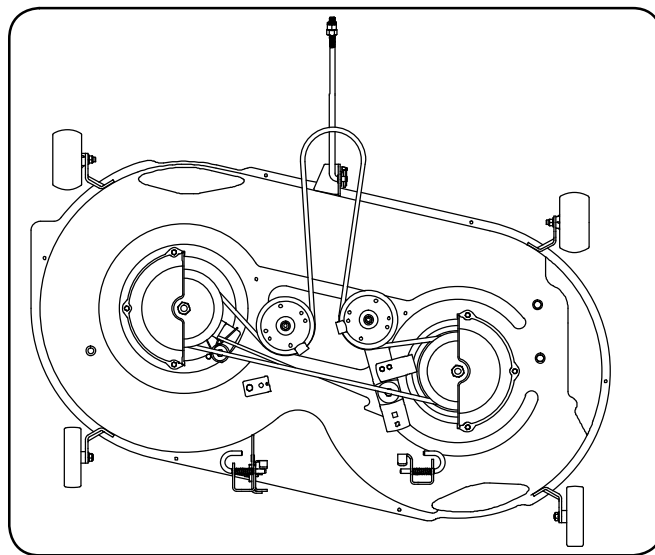

Figure 7-7
5. Pour installer la courroie neuve, commencez par la placer sur les deux poulies à fusée extérieures, comme à la Figure 7-7.
6. Faites ensuite passer la courroie sur les deux poulies de tension du plateau de coupe, comme à la Figure 7-7.